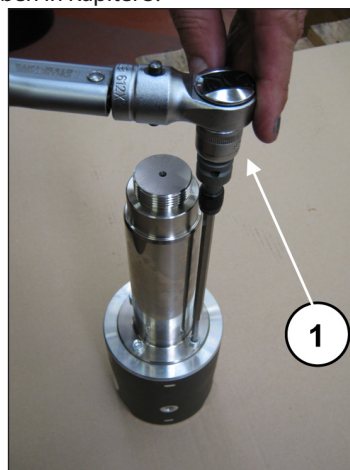

Abb. 50
Spannen Sie die Kolbenführung mithilfe des speziellen Werkzeugs in einen Schraubstock und eichen Sie die Schrauben mit einem Drehmomentschlüssel (Pos. ①, Abb. 50) gemäß Angaben in Kapitel 3.